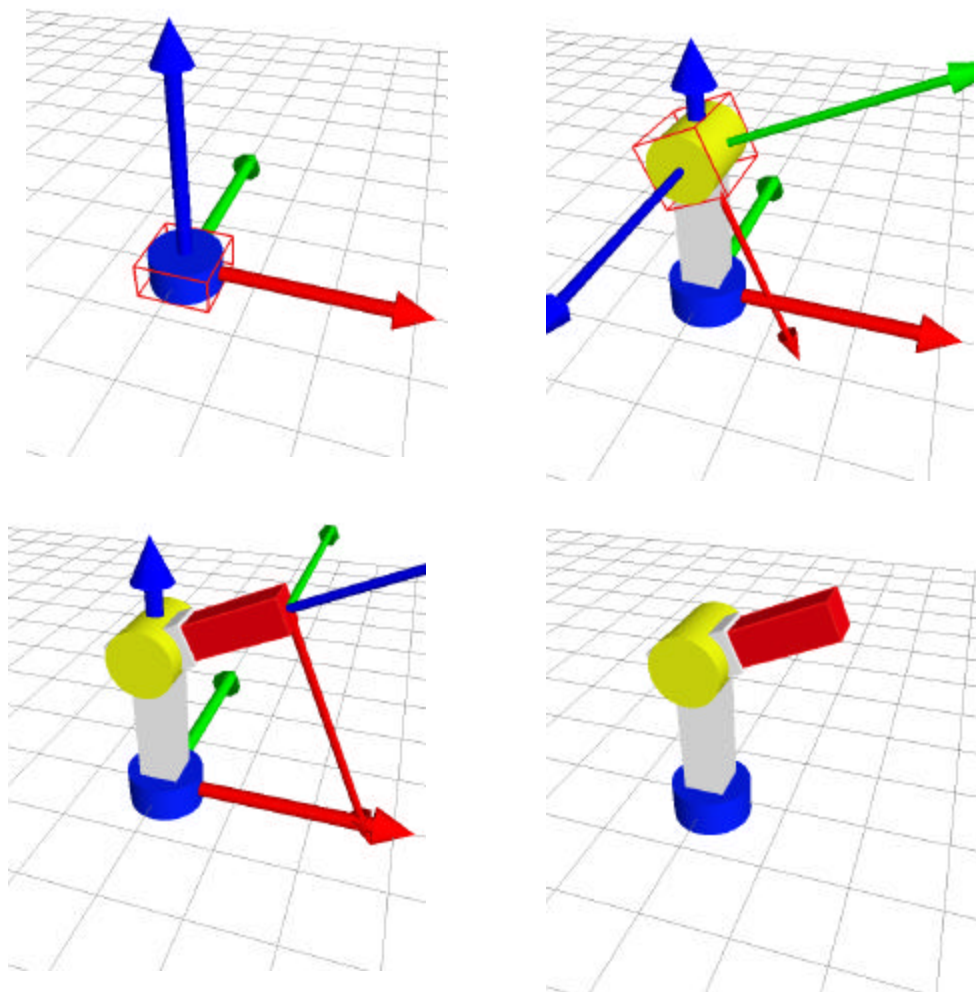

Figura 6.2 Robot RRP paso a paso. ¡Error! Argumento de modificador desconocido.
Seguido de esto, se crea el objeto robot. Lo que tenemos que hacer entonces es agregar los objetos necesarios para construir el robot. La Figura 6.1 presenta la estructura de este robot en la vista de arbol como quedaría al final. En la Figura 6.2 muestra paso a paso la construcción del robot en el sistema. Primero creamos la primera articulación que va a ser de rotación, la figura que elegimos es un cilindro (1). Después como la segunda articulación se encuentra a sobre el eje Z a 200 unidades de alto ponemos un cilindro para especificar esta altura. La segunda articulación es necesario rotarla 90 grados en x (ver notacion DH). En el cilindro que elegimos los ejes de coordenadas nos muestran muy bien su comportamiento. Por último tenemos que agregar la articulación prismática. Esto lo hacemos girando la figura -90 grados y asignando un cubo como articulación. Al final tenemos nuestro robot RRP. Listo para ser usado.